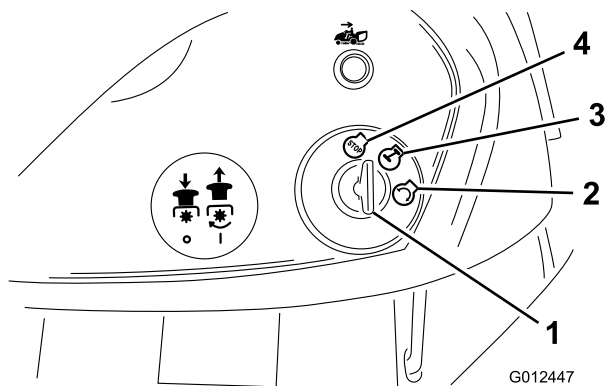

Figure 12
7. Tournez la clé de contact dans le sens des aiguilles d'une montre et maintenez-la en position de Démarrage (Figure 12).
2. Tournez la clé de contact à la position contact coupé (Figure 12).